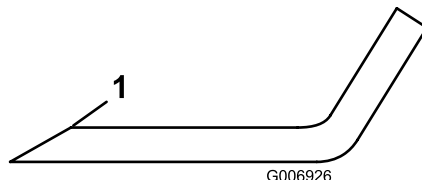

図 76
- 全部のブレードの刃先を丁寧に点検する。刃先に磨耗や欠けがある場合には研磨するが、研磨は刃先の上面だけに行い、刃の元々の角度を変えないように十分注意する 図 76。